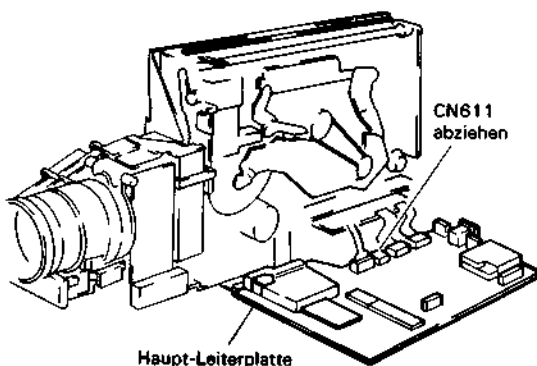

Abb. 2.50 Ausbau des Audio/Synchronkopfes (A/C)
Ausbau des Audio/Synchronkopfes (A/C) (Abb. 2.50, 2.51, 2.52)
2. Den Stecker CN611 abziehen (siehe Abb. 2.50).